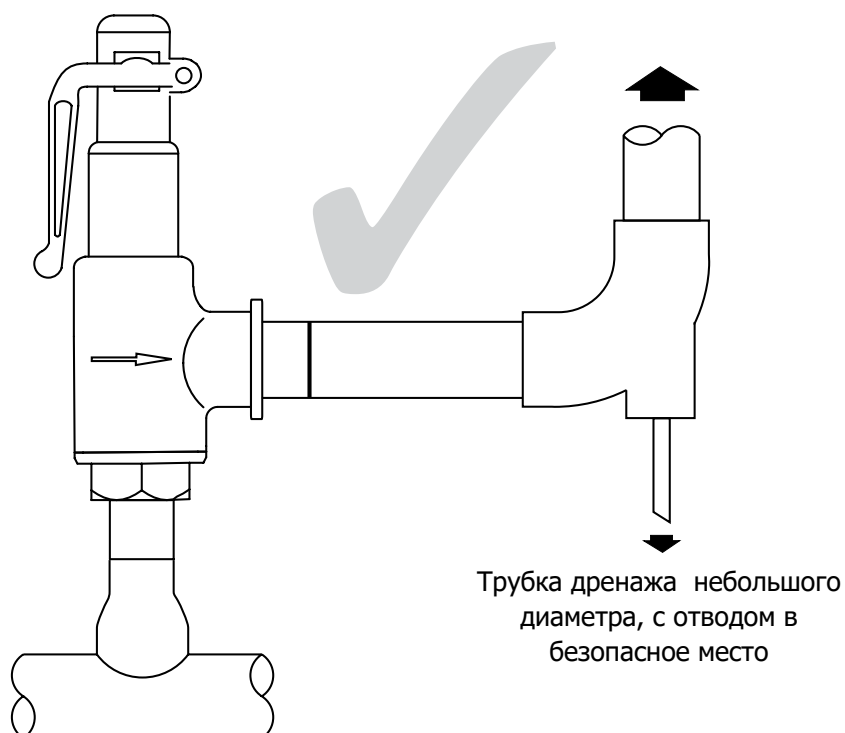

Рис. 5
- h.** Если трубопровод сброса среды направлен вверх, то в самой низкой точке необходимо установить дренажное отверстие (см. рис. 5). Дренаж должен быть направлен в место, где он не создаст шума или угрозы для здоровья людей.